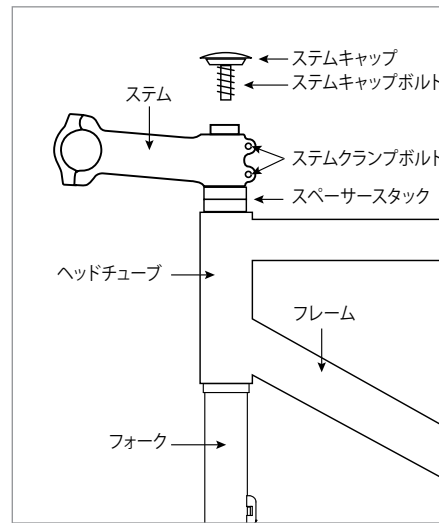

図 8
2. フォーク、スペーサー、ステム、すべてのヘッドセットコンポーネントをヘッドチューブへと再度取り付けます (図 8)。